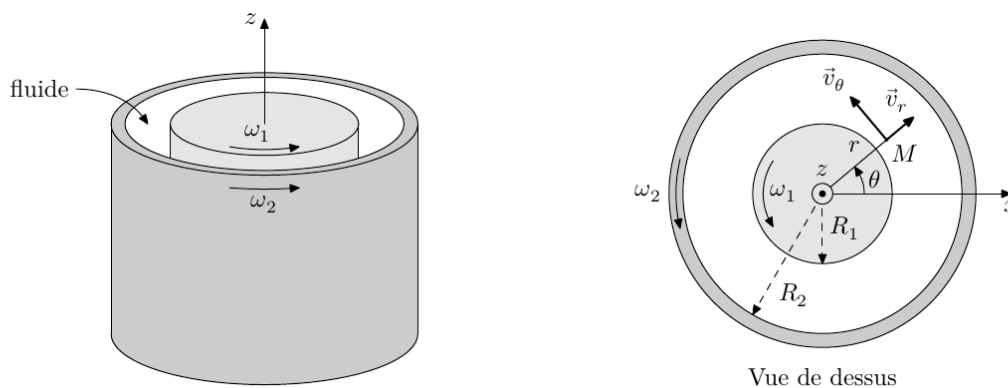

Figure 8 Principe d'un viscosimètre de Couette
**II.B.2)** Afin de déterminer la valeur de la viscosité  $\eta$  d'un fluide on s'intéresse au viscosimètre de Couette (figure 8) où le fluide est introduit entre deux cylindres coaxiaux d'axe  $(Oz)$  et de longueur  $L$ . Les cylindres possèdent une vitesse de rotation constante dans le temps. Le cylindre intérieur est de rayon  $R_1$  et est entraîné à la vitesse angulaire  $\omega_1$  alors que le cylindre extérieur est de rayon  $R_2$  et est entraîné à la vitesse angulaire  $\omega_2$ . Les cylindres sont suffisamment longs dans la direction  $(Oz)$  pour négliger les effets de bord et pour qu'il n'y ait pas de composante axiale  $v_z$  de la vitesse  $\vec{v}$  du fluide. En un point  $M$  du fluide on se place en régime stationnaire et en coordonnées cylindriques  $(r, \theta, z)$ .